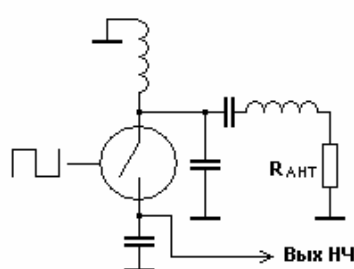
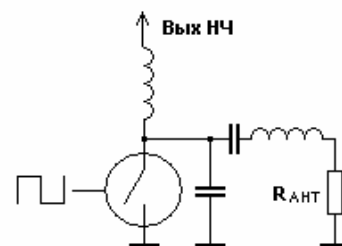

Рис. 2
Рис. 3
Ключ на MOSFET можно также использовать и смесителем. Если сделать нулевым потенциал стока и добавить фильтрующий конденсатор в исток, усилитель (PA) превращается в последовательный ключевой смеситель (рис. 2). С помощью такой простой модификации мы создаем приемник прямого преобразования с настроенной входной цепью. При обсуждении этой идеи Вес Хейворд (W7ZOI) предложил мне попробовать MOSFET как параллельный ключ (рис. 3) – он работал так же хорошо. Но переключение прием/передача и приглушение приемника несколько усложняются по сравнению с версией последовательного ключа. Впрочем, дальнейшие эксперименты необходимы....